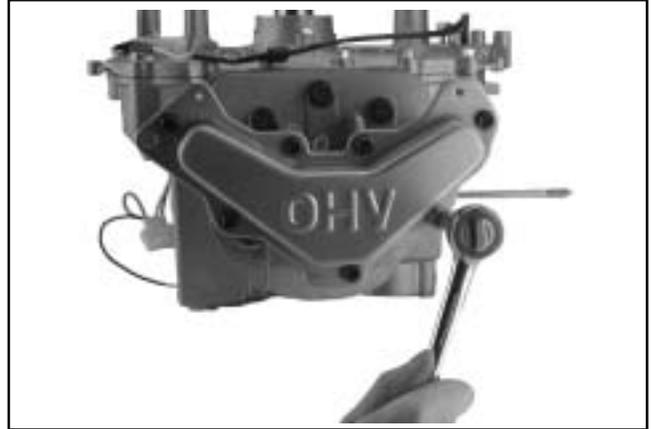

Figura 8-26. Rimozione delle viti del coperchio delle valvole.
1. Rimuovere le sette viti che fissano il coperchio delle valvole e le eventuali staffe. Vedere Figura 8-26.